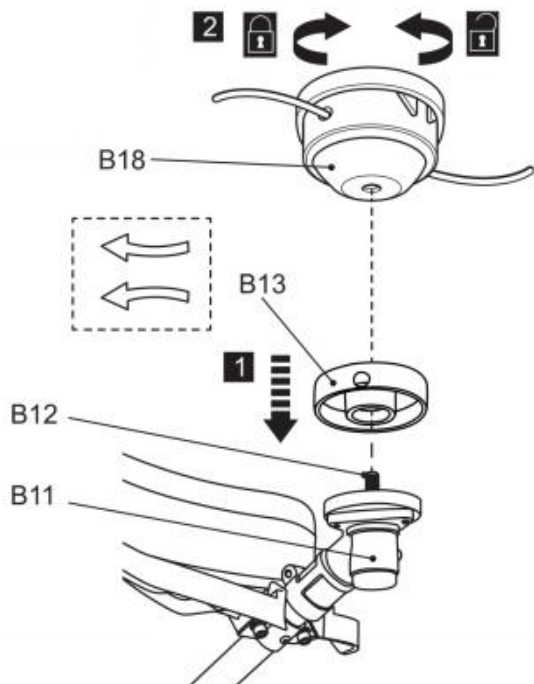

Fig. 6
4) Draai de trimkop (B18) linksom op de spindel (B12) en draai deze met de hand vast terwijl u de spindel (B12) vergrendelt met de inbussleutel (E5). Verwijder daarna de inbussleutel (fig. 6).